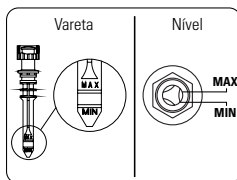

FIGURA 8.6
1. Verifique o nível de óleo (Figura 8.6) (Para compressores lubrificados).
Óleo lubrificante (1) (compressores lubrificadas) (Figura 8.6)